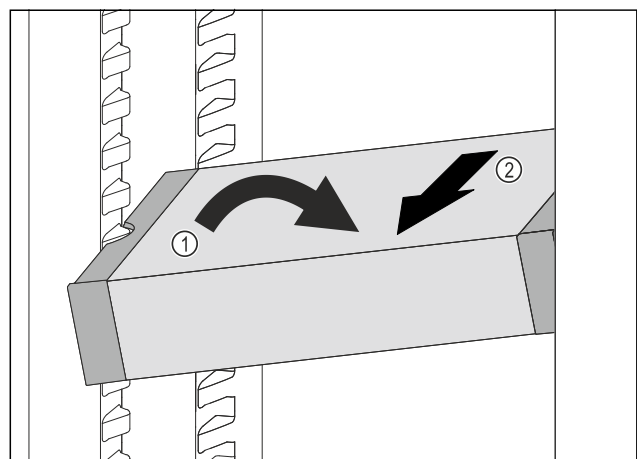

Fig. 89
- ▶ VarioSafe in het koelgedeelte schuin zetten. Fig. 89 (1)
- ▶ VarioSafe naar voren toe verwijderen. Fig. 89 (2)